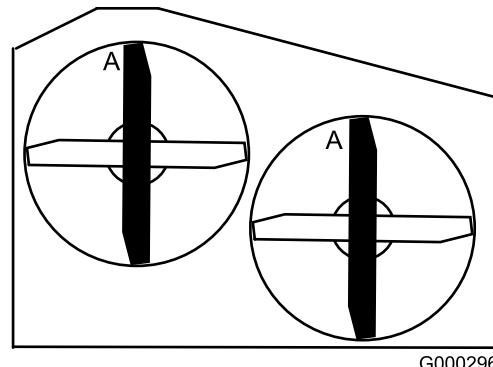

Figura 70
3. Con la máquina ubicada en una superficie nivelada, coloque una cuchilla en posición longitudinal. Mida en la posición A desde una superficie nivelada hasta el filo de corte de los extremos de la cuchilla (Figura 69). Para las plataformas de cortacésped de 36 pulgadas, consulte la Figura 70.